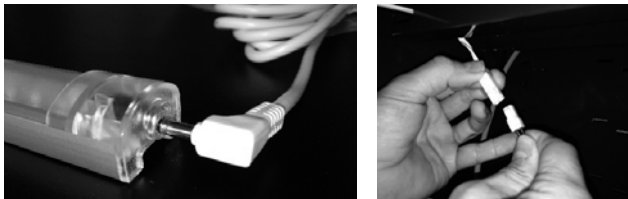

Abb.5: LED-Balken anstecken (Symboldarstellung)
3. LED-Balken an Stromversorgung anstecken (siehe → Abb.5).